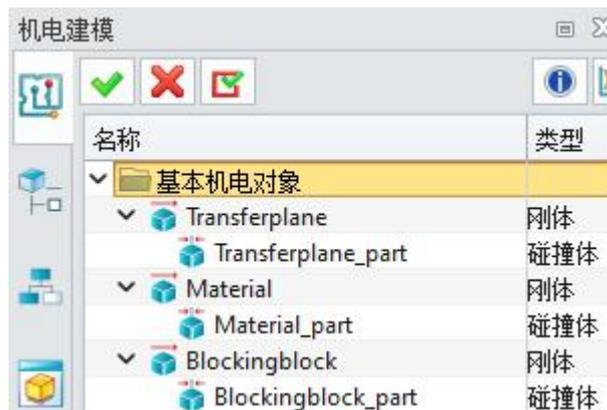

图 6-12：基本机电对象框架
- 所有刚体和碰撞体应在“基本机电对象”下列出。(图 6-12)